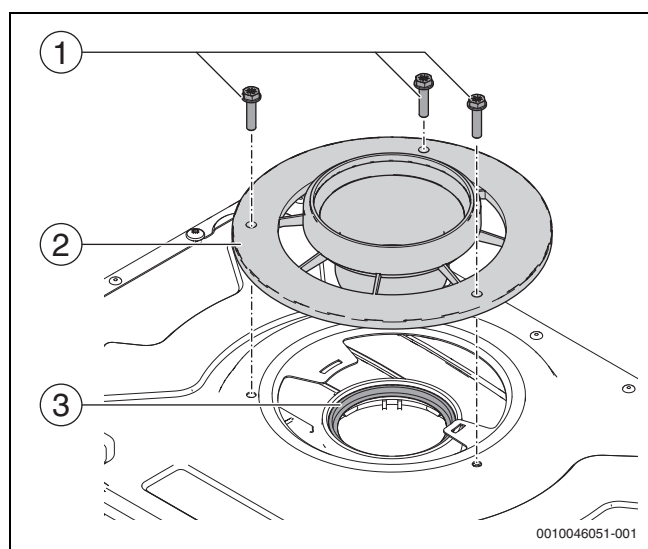

Рис. 111 Демонтаж адаптера трубы системы отвода дымовых газов и комплекта трубы системы отвода дымовых газов
- ▶ Установите адаптер системы отвода дымовых газов и комплект трубы системы отвода дымовых газов (→ рис. 111, [2]) на верхней пластине.
- ▶ Закрутите три винта (с крестом Pozí или шестигранником) (→ рис. 111, [1]). Не затягивайте винты до упора.